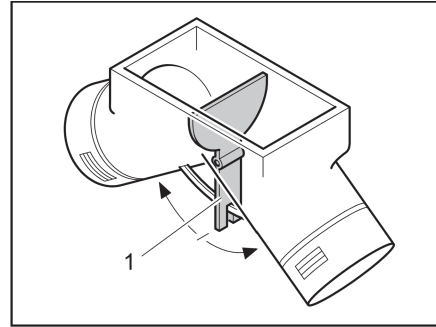

Fig. 107 Ventilador de circulación de aire, tapa de ajuste en posición central
En la posición central, el aire caliente se distribuye uniformemente sobre ambas salidas de aire caliente. La palanca de mando (Fig. 107,1) para la tapa de ajuste se ha incorporado bajo la tapa del suelo en el armario ropero.
- Accionar la palanca de mando (Fig. 107,1) en la dirección de la flecha hasta alcanzar la posición deseada.